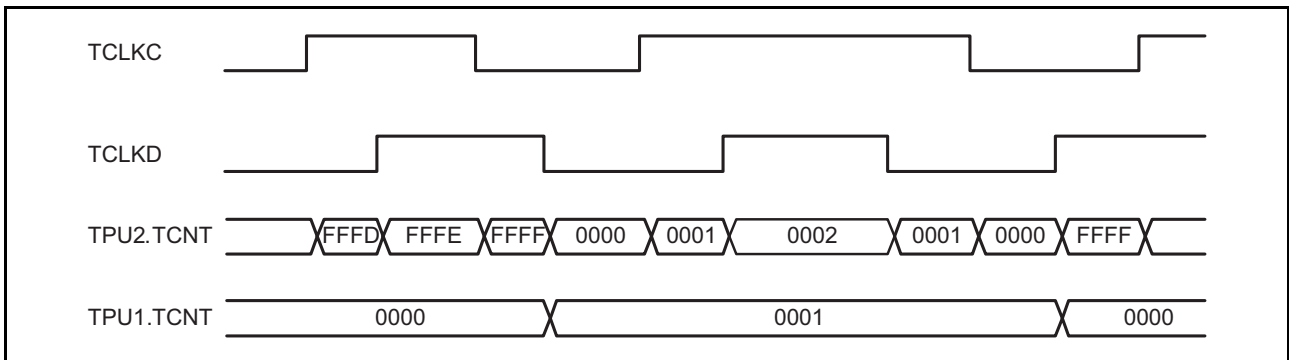

图 15.20 级联运行的例子 (2)
级联运行例子 (2) 如图 15.20 所示, 在此例中, TPU1.TCNT 计数器通过 TPU2.TCNT 计数器的上溢 / 下溢进行计数, 将 TPU2 设定为相位计数模式。